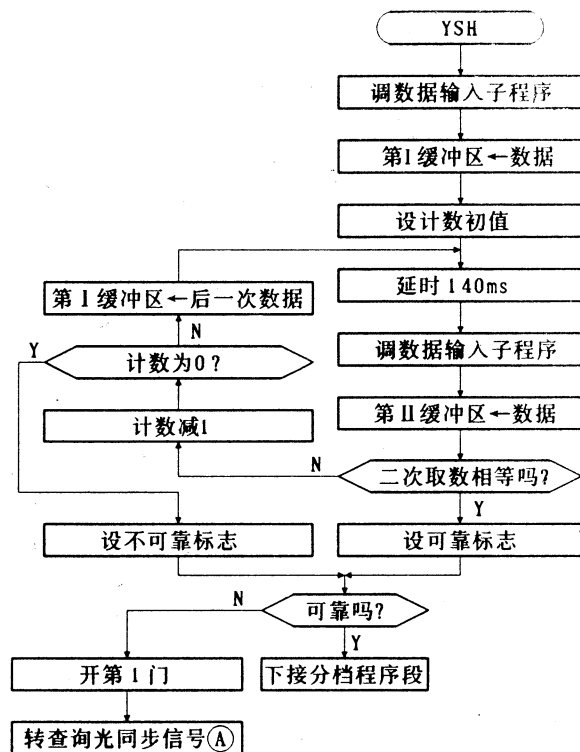

图 6
(1) 初始化: 规定各缓冲区并设初值, 设定各标志并置初值, 如: 可靠标志等等。
(2) 查询等待: 不断查询光同步信号到否? (即 P16 为低电平否?)
(3) 测定球重及其可靠性判断: 天平厂家规定天平稳定时间约为 4 秒, 因而换球后 (即光电信号到后) 先延时 3.3 秒等待数据稳定, 然后多次取天平输出的重量数据, 逐一送入单片机并进行比较, 从而判断球重的可靠性。(详细流程图如图 6 所示)
如图6所示,此程序段的主要目的是判断从电子天平输出的数据是否已稳定?若稳定则得到所称球的准确重量。为此程序中每隔140mS 调用一次数据输入子程序,取得一个数据,并送此数到缓冲区。单片机将相邻两次输入数据加以比较,若相同则认为此值就是球重,设置可靠标志;否则,再调用数据输入子程序输入下一个数据与前一次数据加以比较,直至二次数据相等为止。若连续输入8次数据比较后仍找不到相同值,则设不可靠标志,命令开启第一通道活门(等外品档),以保证其它档次的分球精度。(这种情况经实测低于0.03%)